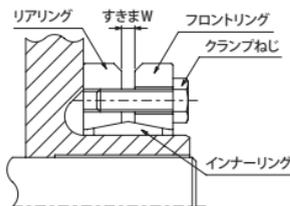

図12
2. ボスをシャフトに装着したのちクランプディスクをセットします。セットするまえにクランプディスクのすきま W(図12)を予め一定にセットしてください。このときクランプねじをあまり強く締めないように軽くインナーリングが動く程度で調整してください。